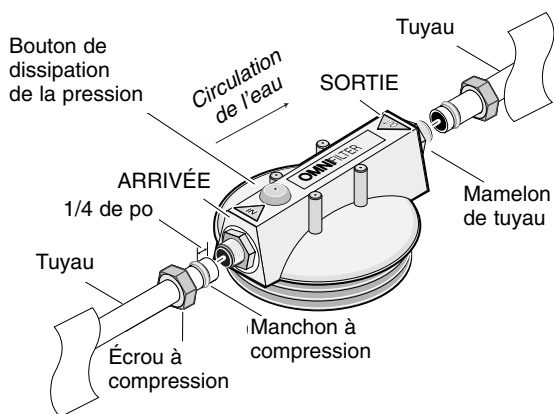

Figure 4
## Installation sur des tuyaux de cuivre de 3/4 de pouce : (Se reporter à la Figure 4)
- 5A. Glisser les écrous à compression sur les deux extrémités du tuyau coupé, leur petit côté en premier. Poser ensuite les manchons à compression en laiton (un sur chaque extrémité du tuyau coupé), en les positionnant à 1/4 de pouce de chaque extrémité du tuyau coupé (se reporter à la Figure 4).